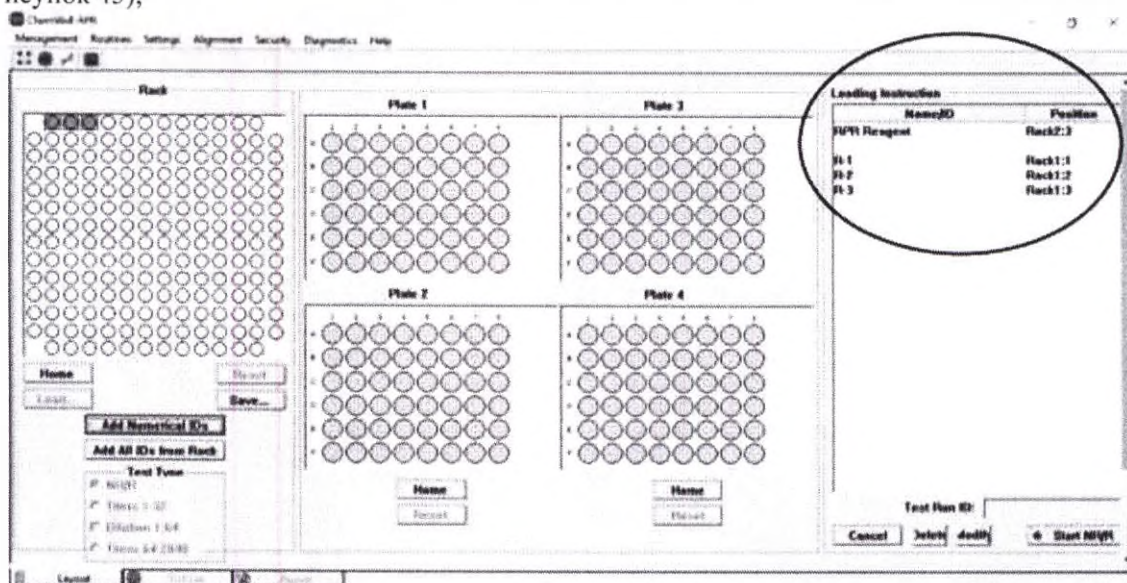

Рисунок 45. Рабочий список.
- 4) После, рабочий список появится в «Loading instruction» (План загрузки проб) (Рисунок 45);